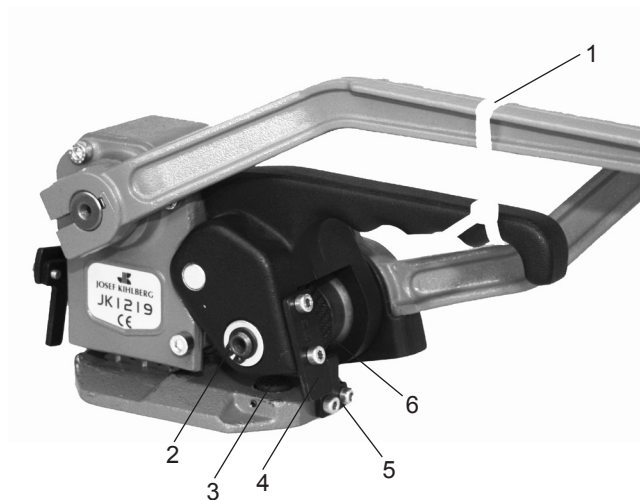

Fig. 10
- A l'aide d'un serre-câbles (Fig. 10/1) ou similaire, sécuriser le levier de bascule en position tirée.